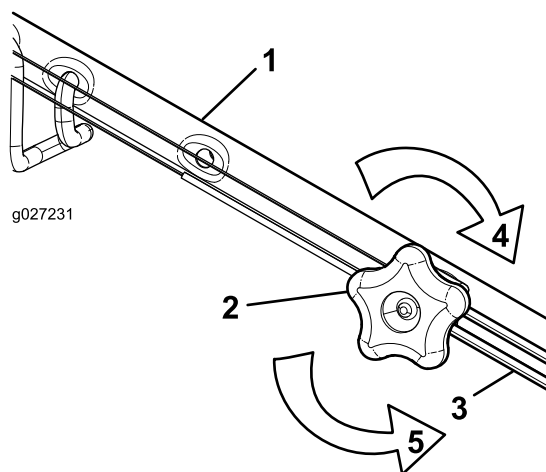

Рисунок 25
1. Поверните ручку регулировки против часовой стрелки, чтобы ослабить натяжку троса (Рисунок 25).
2. Отрегулируйте натяжение троса (Рисунок 25), потянув его назад или вперед, затем удерживайте в этом положении.